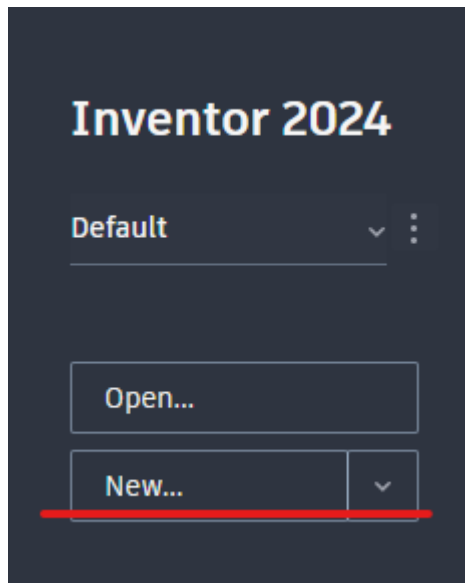

Рисунок 33 Створення нового файлу
1. Натисніть на значок "New" на стрічці команд (Рис.33.).